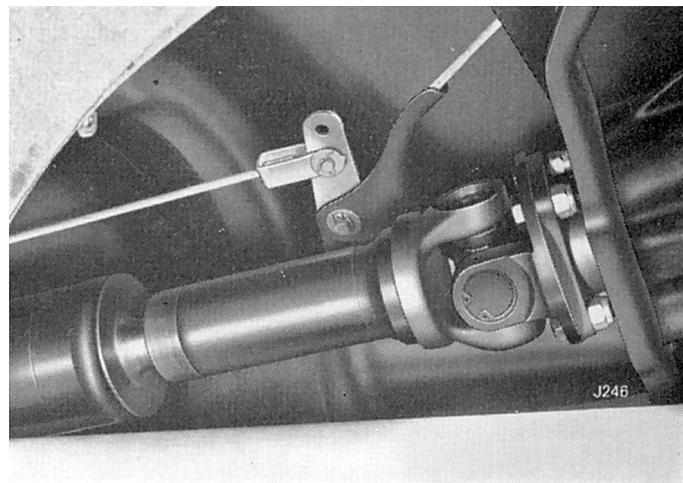

Fig. 4. Arbre de type "frictionless"
**REMARQUE:** Les arbres de transmission possédant une extrémité télescopique doivent être monté avec la partie coulissante à l'arrière (voir Fig. 4 et 7).